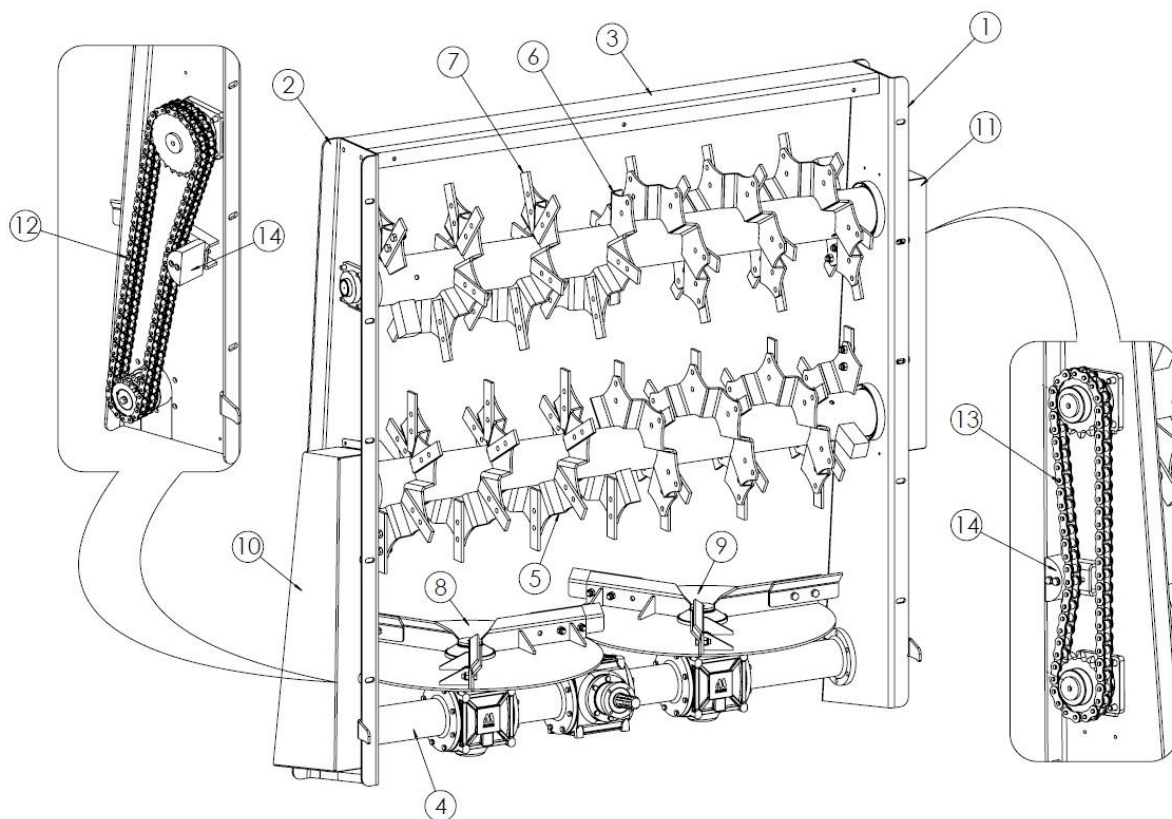

Рисунок 10. 2-роторный дисковый горизонтальный адаптер
Дисковый горизонтальный адаптер 2-роторный (рис. 10) состоит из левой боковой балки (1), правой балки (2) и верхней балки (3), образующих раму адаптера. В нижней части находится редуктор (4), на который устанавливаются разбрасывающие диски (5), (6). Основными рабочими инструментами являются сменные ножи (7), привинченные к горизонтальным роторам (8), (9). Роторы, вращаясь, измельчают подаваемый материал, который проходит через крышку адаптера на разбрасывающие диски. Вращающиеся диски выбрасывают измельченный материал назад и в стороны. Переключение привода от редуктора (4) на горизонтальные роторы (5), (6) осуществляется цепными передачами, расположенными под крышками (10), (11). Привод от редуктора к ротору нижней цепи 16В2 (12). Привод от нижнего ротора к верхнему ротору передается через цепь 20В1 (13). Натяжение цепей осуществляется при помощи натяжителей (14).